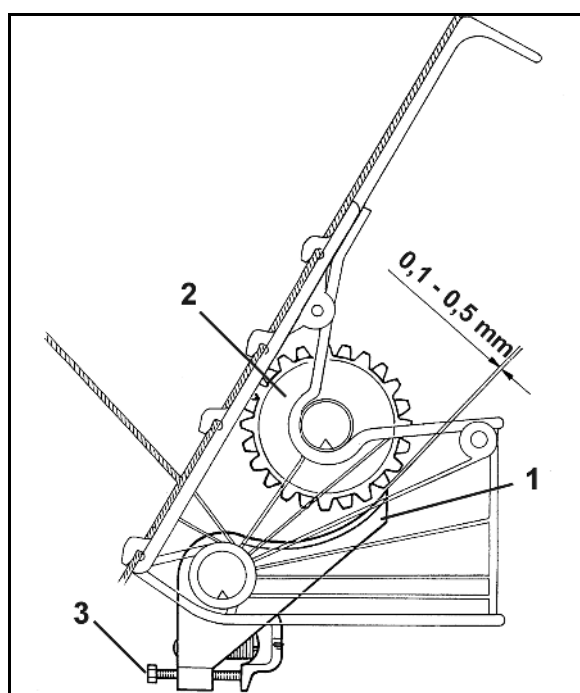

Fig. 35
3. Bodenklappen (Fig. 35/1) auf Leichtgängigkeit überprüfen.
4. Überprüfen, ob der vorgeschriebene Abstand von 0,1 mm bis 0,5mm (Fig. 35) zwischen Bodenklappe (Fig. 35/1) und Särad (Fig. 35/2) in jedem Sägehäuse eingehalten wird. Dabei ist das zu prüfende Särad von Hand auf der Säwelle zu drehen.
5. Vorgeschriebenen Abstand bei Abweichungen mit der Federspannschraube (Fig. 35/3) einstellen.